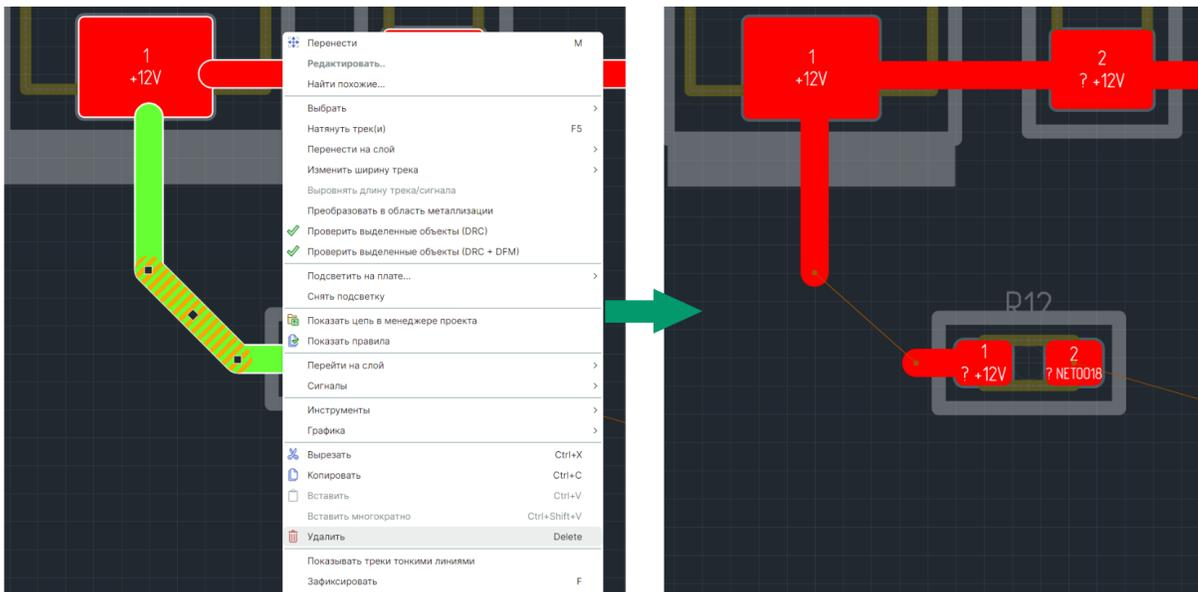

Рис. 277 Удаление сегмента трека
2. Вызовите контекстное меню и выберите пункт «Удалить» или воспользуйтесь горячей клавишей «Delete», см. Рис. 277.